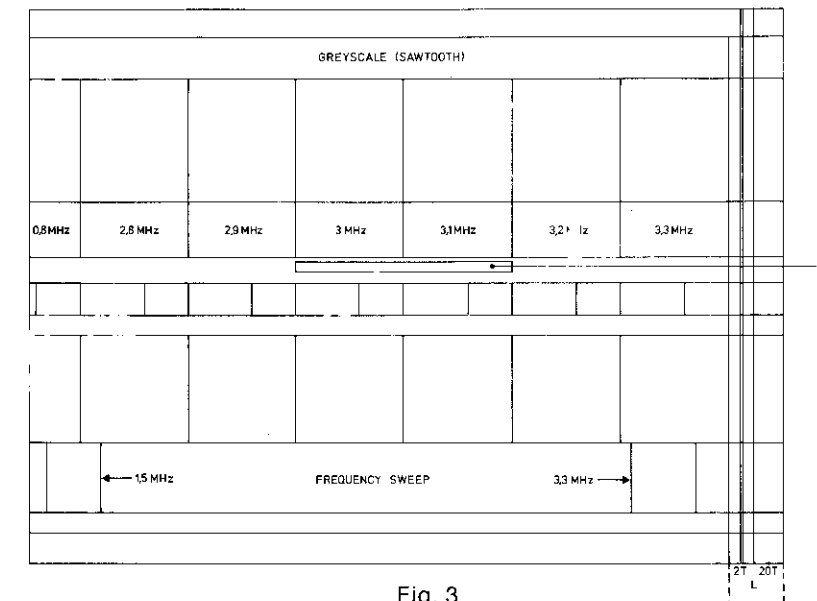

Fig. 3
- Position 3315 dahin einstellen, dass die Auflösungszeilen im 3-MHz-Feld gerade sichtbar sind (siehe Bild 3). Wenn nun im Bilde jedoch kurze schwarze Striche erscheinen, dann 3315 soweit zurückdrehen, dass diese Striche verschwinden.
- 3309 dahin einstellen, dass die Störungen (grober Rausch) in Fläche A (siehe Bild 3) während des "Drop-out"-Testsignals gerade verschwinden.